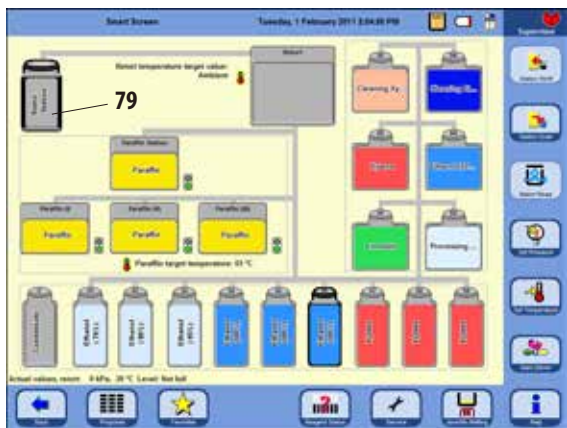

Fig. 162
Se afișează ecranul **SMART SCREEN** (ECRAN INTELIGENT) (Fig. 162). Ecranul inteligent este ecranul inițial pentru operarea manuală a aparatului.
- Pe ecran (Fig. 162), selectați recipientul de sistem sau recipientul RTU care urmează să fie golit și apoi selectați containerul de primire (**stație externă**). Apăsați apoi tasta **STATION DRAIN** (DRENARE STAȚIE).
- După ce această sarcină a fost finalizată, retorta este drenată în stația externă (79 în Fig. 162 și 163).